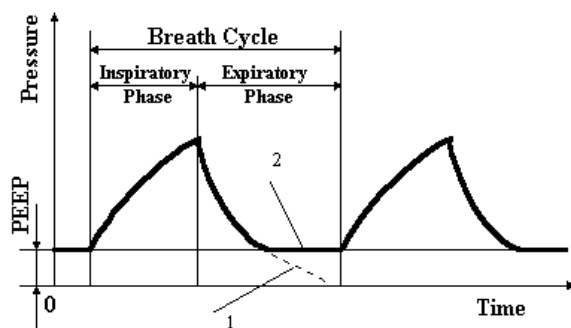

Figura D- 1: Ciclo Respiratório por Pressão
- **Segunda Fase: Exalação:** o ar flui para fora dos pulmões do paciente e a pressão retorna à pressão da linha de base. A pressão da linha de base pode ser a pressão ambiente (curva 1 na Figura D- 1) ou pressão PEEP expiratória final positiva mais alta (curva 2 na Figura D- 1).